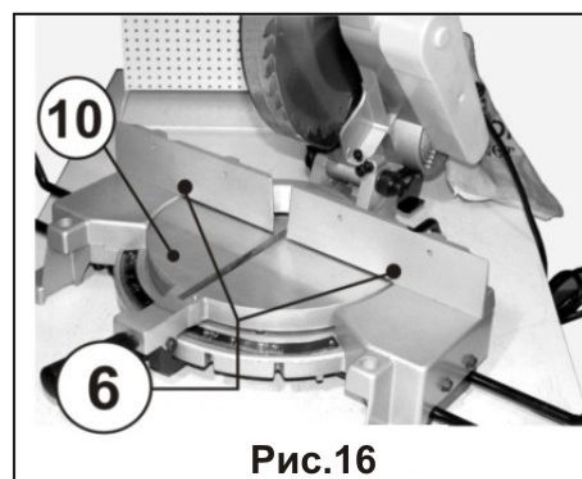

Рис.16
Если фронтальный упор (6), Рис. 16, был снят с основания пилы, его необходимо установить под углом 90° к пильному диску. Поместите угольник одной стороной плотно к фронтальному упору (6), а другой - к прорези в столе, Рис.16. Установите фронтальный упор под углом 90° к прорези в столе. Затяните четыре винта. **ПОМНИТЕ:** после установки фронтального упора под углом 90° к прорези в столе (10) может потребоваться дополнительная регулировка, уже описанная в разделе 11.1.
Положите деталь на стол (10) и твердо прижмите ее к фронтальному упору (6), Рис.16.
Если размер детали заставляет вас держать руку в пределах 10см от пильного диска, деталь следует закрепить струбиной (7), Рис.1, к фронтальному упору (6), Рис.16, до начала пиления.
Никогда не пилите навесу. Деталь должна быть плотно прижата к столу (10) и фронтальному упору (6), Рис.16.